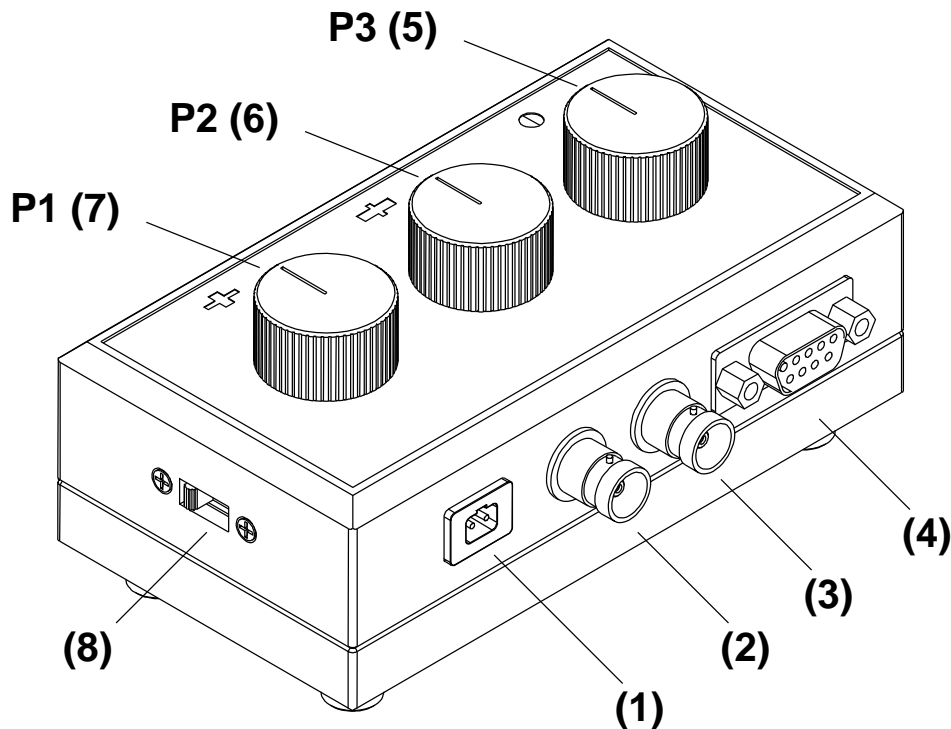

Abbildung 2: Übersicht über die Steuerelemente und Steckverbinder der Gehäuseversion des FKG-1 für BAS/FBAS.
Die Gehäuseversion des FKG-1 wird in einem kompakten Kunststoffgehäuse ausgeliefert. Alle Anschlüsse befinden sich auf der Rückseite des Gerätes. Die Umschaltung des Betriebsmodus erfolgt mit einem eingelassenen Schiebeschalter auf der rechten Seite des Gehäuses. Die Steuerung im Potentiometerbetrieb erfolgt über die drei auf der Oberseite montierten Potentiometer. Abbildung 2 gibt einen Überblick über die BAS/FBAS-Version.
Die in Abbildung 2 gezeigten Elemente haben die folgende Bedeutung:
²siehe Position (8) in Abbildung 2